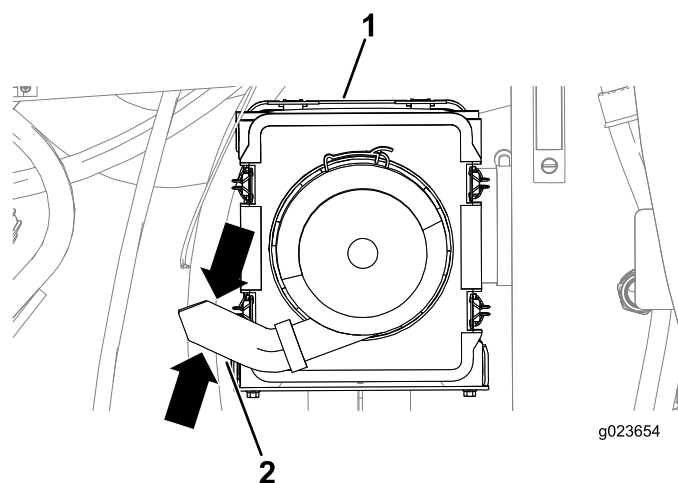

Рисунок 84
3. Сожмите пылезащитный клапан на крышке воздухоочистителя, чтобы удалить любые скопления воды, пыли или грязи из клапана. (Рисунок 84).